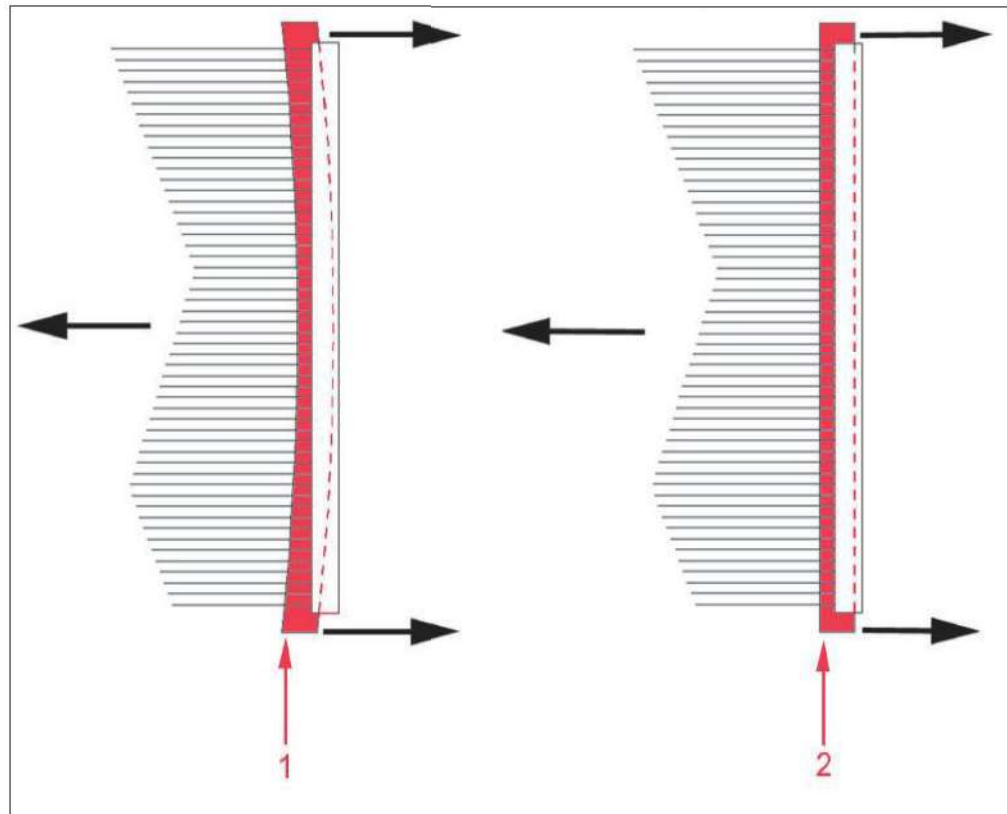

Figure 6.21 - Spanning van het zeefgaas
10. Zet niet te veel spanning op het zeefgaas, zie afb. 6.21.
11. Een (harp)gaas heeft de juiste spanning wanneer de gebogen trekstang recht is (positie 2), afb. 6.21. Als het (harp)gaas nog verder wordt gespannen, wordt het zeefgaas te veel gestrekt, zodat het onbruikbaar wordt.